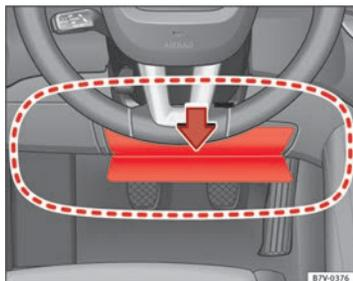

Fig. 25 En el lado del conductor: Radio de acción del airbag para las rodillas.
La zona enmarcada en rojo ⇒ fig. 25 (A) queda cubierta por el airbag para las rodillas cuando se dispara (campo de acción). Por este motivo, nunca se deberá colocar o fijar objetos en estas zonas.